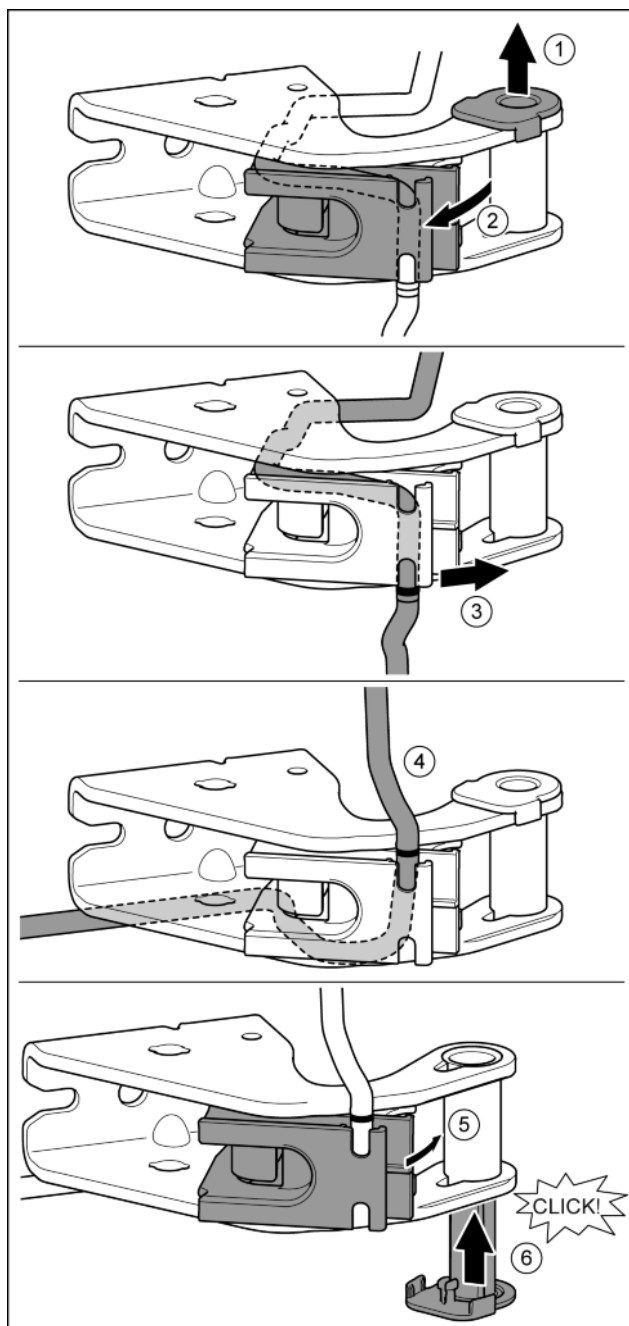

Fig. 24
- ▶ Tuleję łóżyskową wyjąć z prowadnicy. Fig. 24 (1)
- ▶ Odchylić mocowanie kabla. Fig. 24 (2)
- ▶ Wyjąć szary kabel z prowadnicy. Fig. 24 (3)
- ▶ Kabel założyć odwrotnie. Fig. 24 (4)
- ▶ Wsunąć mocowanie kabla. Fig. 24 (5)
- ▶ Tuleję łóżyskową założyć z drugiej strony i zazębić. Fig. 24 (6)